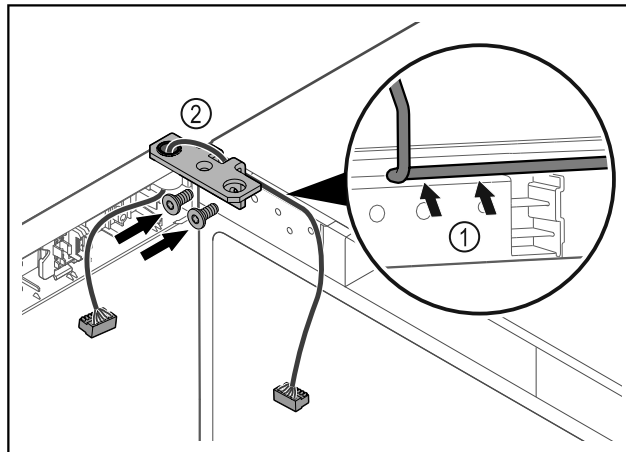

Fig. 43
- ▷ Før kabelen forsiktig gjennom åpningen i hengselvinkelen, og legg den omhyggelig på plass Fig. 43 (1).
- ▷ Skru på hengselvinkelen Fig. 43 (2).